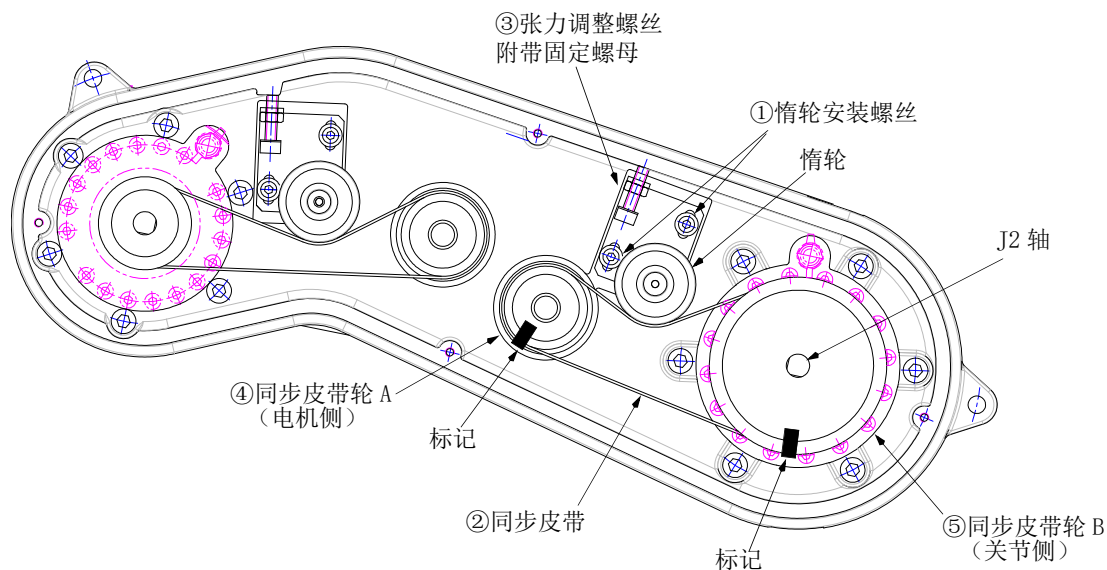

图 5-11：J2 轴同步皮带的点检、更换（RV-2FR 系列）
同步皮带点检 · 更换时的参考图如图 5-11 所示。
- 2) 在皮带更换过程中，应注意不要使皮带轮转动。请注意如果同步皮带轮 A ④及 B ⑤的位置关系出现偏差，可能导致位置偏离。
- 3) 为了防止同步皮带②与同步皮带轮④、⑤的齿的咬合发生偏离，应参照图 5-11 所示，在同步皮带②和同步皮带轮④、⑤上使用马克笔等标上标记。
- 4) 稍微拧松惰轮安装螺丝①（2 根）。（请勿过度拧松。）
- 5) 拧松用于固定张力调整螺丝③的螺母，拧松张力调整螺丝③，卸下旧的同步皮带。
- 7) 根据同步皮带轮④、⑤的标记，安装新的同步皮带。
- 8) 旋转张力调整螺丝③，调整同步皮带②的张力。